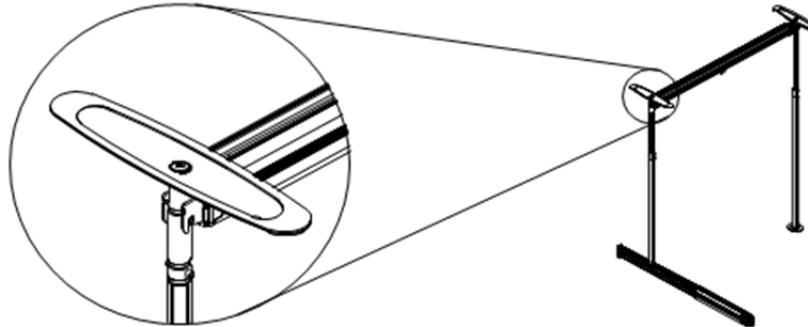

Figure 23
a) Pour l'assemblage des 2 poteaux, utilisez l'ensemble de goupilles les plus élevées (voir la Figure 23).